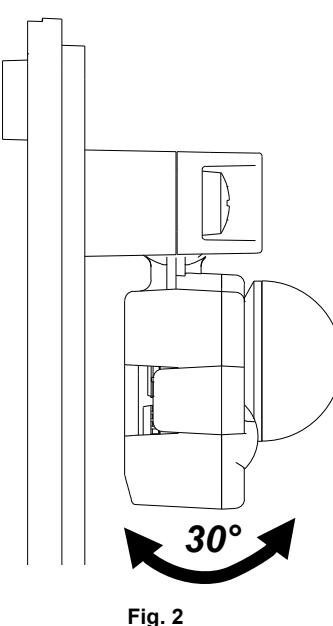

Fig. 2
- 4) 4) Apriete los tornillos de apriete "A" para bloquear las posiciones de los cabezales giratorios (fig. 2).
- 4) Tighten the clamping screws "A" to lock the positions of the rotating heads (fig. 2).